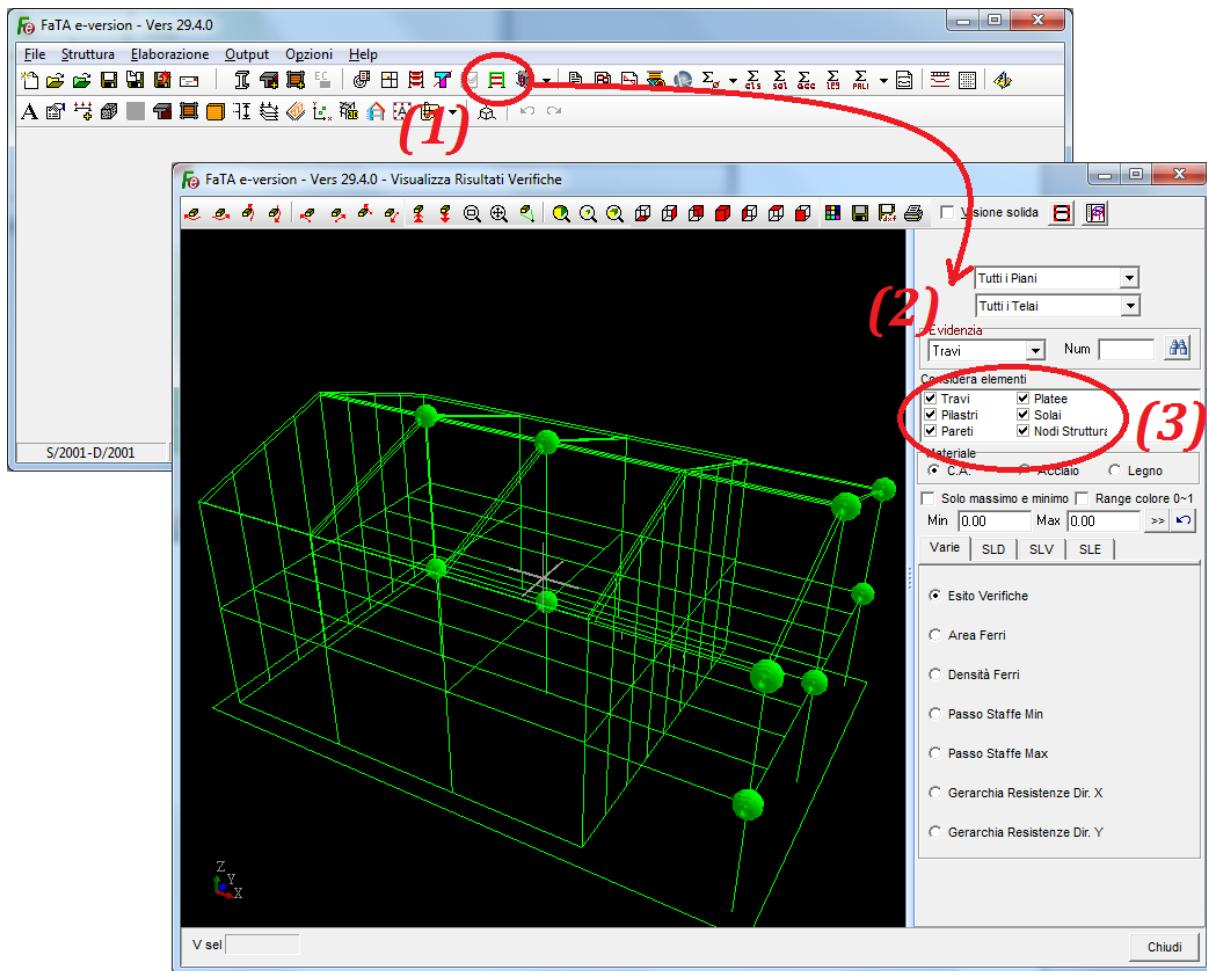

Figura 52
Per accedere all'ambiente “Visualizza Risultati Verifiche” con riferimento alla figura 52 (2) cliccare, all'interno della finestra principale di FaTA-E, sul pulsante omonimo (1) oppure, in alternativa, il pulsante F8 dalla tastiera.
Sempre con riferimento alla figura 52, per facilitare le operazioni di selezione grafica è possibile utilizzare, inserendo o eliminando un segno di spunta, degli appositi filtri basati (3) sugli elementi da indagare o sui materiali di costruzione.